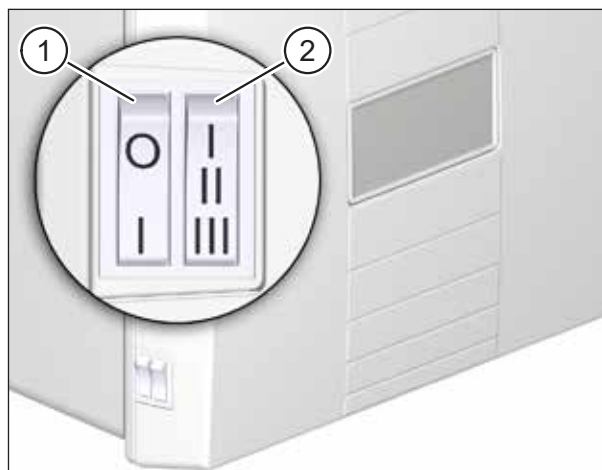
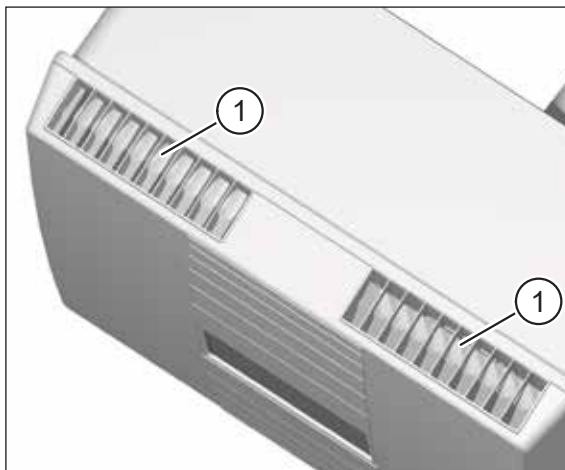
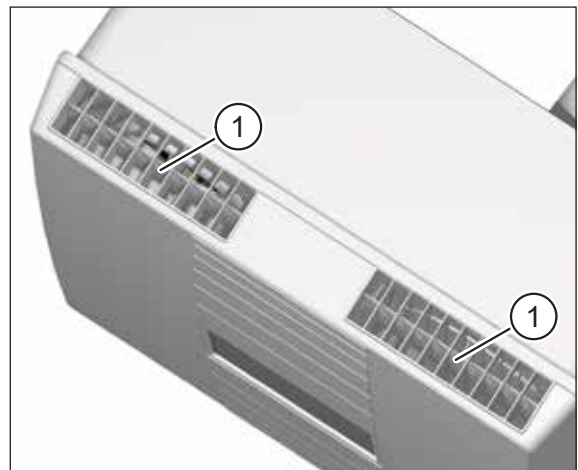

Abb. 10: Bedienungselemente am Lüftungsgerät
Abb. 12: Luftklappen geschlossen
Abb. 13: Luftklappen geöffnet
Mit dem Stufenschalter (Pos. 2 in Abb. 10) lassen sich vier verschiedene Lüftungsstufen/-programme einstellen, wobei die maximale Lüftungsstufe über eine Schaltfolge aktivierbar und zeitlich begrenzt ist.
- ▶ Überprüfen Sie, dass die Öffnungen für Abluft und Zuluft (siehe Abb. 12 und Abb. 13) frei sind.
- ▶ Schalten Sie das Lüftungsgerät am Netzschalter (Pos. 1 in Abb. 10 auf Seite 20) ein.
- ▶ Überprüfen Sie die Stellung der Luftklappen (siehe Abb. 12 und Abb. 13) an der Abluft- und Zuluftöffnung.
- Ist das Lüftungsgerät ausgeschaltet oder stromlos, sind beide Luftklappen geschlossen (siehe Pos. 1 in Abb. 12).
- Beim Einschalten öffnen sich beide Luftklappen (siehe Pos. 1 in Abb. 13).
Mit dem Stufenschalter (Pos. 2 in Abb. 10 auf Seite 20) lassen sich vier verschiedene Lüftungsstufen/-programme einstellen, wobei die maximale Lüftungsstufe über eine Schaltfolge aktivierbar und zeitlich begrenzt ist.
- ▶ Schalten Sie das Lüftungsgerät für den Luftfilterwechsel immer am Netzschalter (Pos. 1 in Abb. 10 auf Seite 20) aus. Bei Lüftungsgeräten mit Option M-WRG-O/NOF muss das Gerät mit Hilfe des bauseitigen Leitungsschutzschalters stromlos geschaltet werden. Anderenfalls verhindern die geöffneten Luftklappen (siehe Abb. 13 auf Seite 22) das Entfernen und Einsetzen der Filterpatronen.